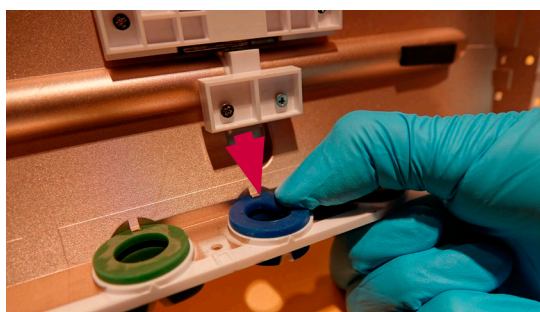

Figure 25 - Retrait d'un anneau de couleur endommagé
a) Retirer l'anneau de couleur endommagé en le poussant vers l'extérieur (Figure 25)